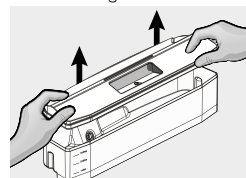

Figura 41
- Para colocar el tanque cerciórese primero en introducir la válvula en el orificio de la contrapuerta hasta que éste haga tope con la puerta (figura 41).